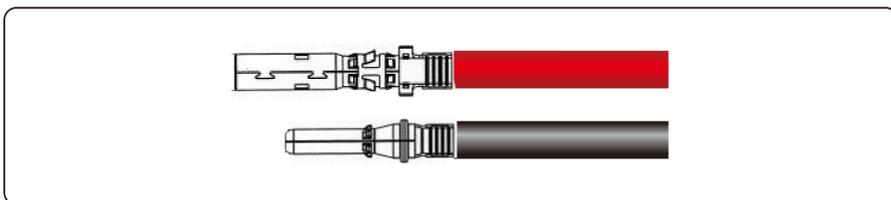

Figura 5.10 Crimpando um conector metálico
Passo 2 Insira as áreas expostas dos cabos de alimentação positivos e negativos nos terminais metálicos dos conectores positivo e negativo, respectivamente, e crimpe-os usando uma ferramenta de crimpagem, conforme mostrado na Figura 5.10.